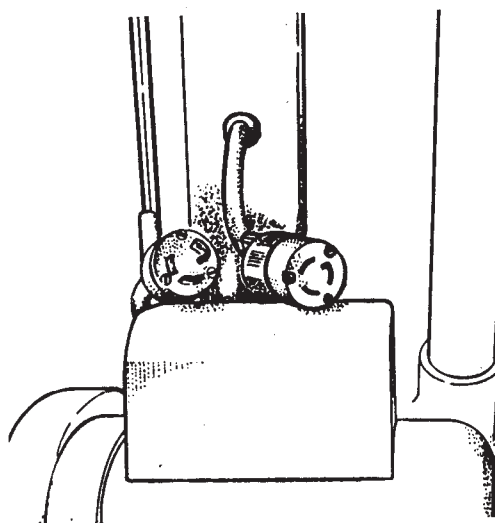

Figure 3
3. Tourner et retirer le raccord de poignée du cordon du moteur. Voir Figure 3.